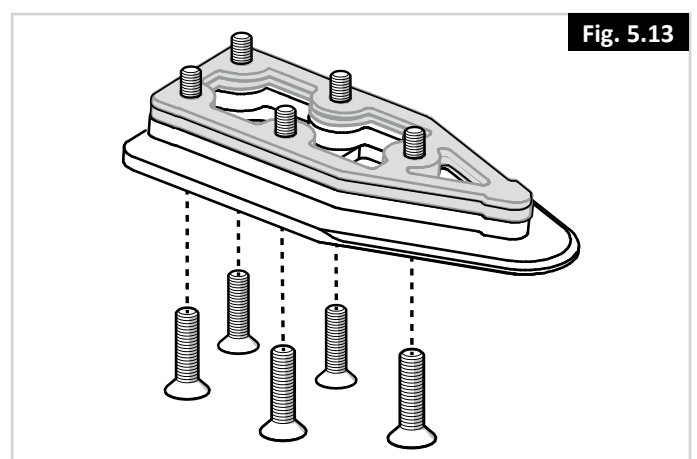

Fig. 5.13
3. Stecken Sie die fünf Schrauben durch die Sicherungsplatte, das vorgeschriebene 8 mm Distanzstück und die ausgewählten optionalen Distanzstücke (in der Abbildung grau dargestellt) (Fig. 5.13).